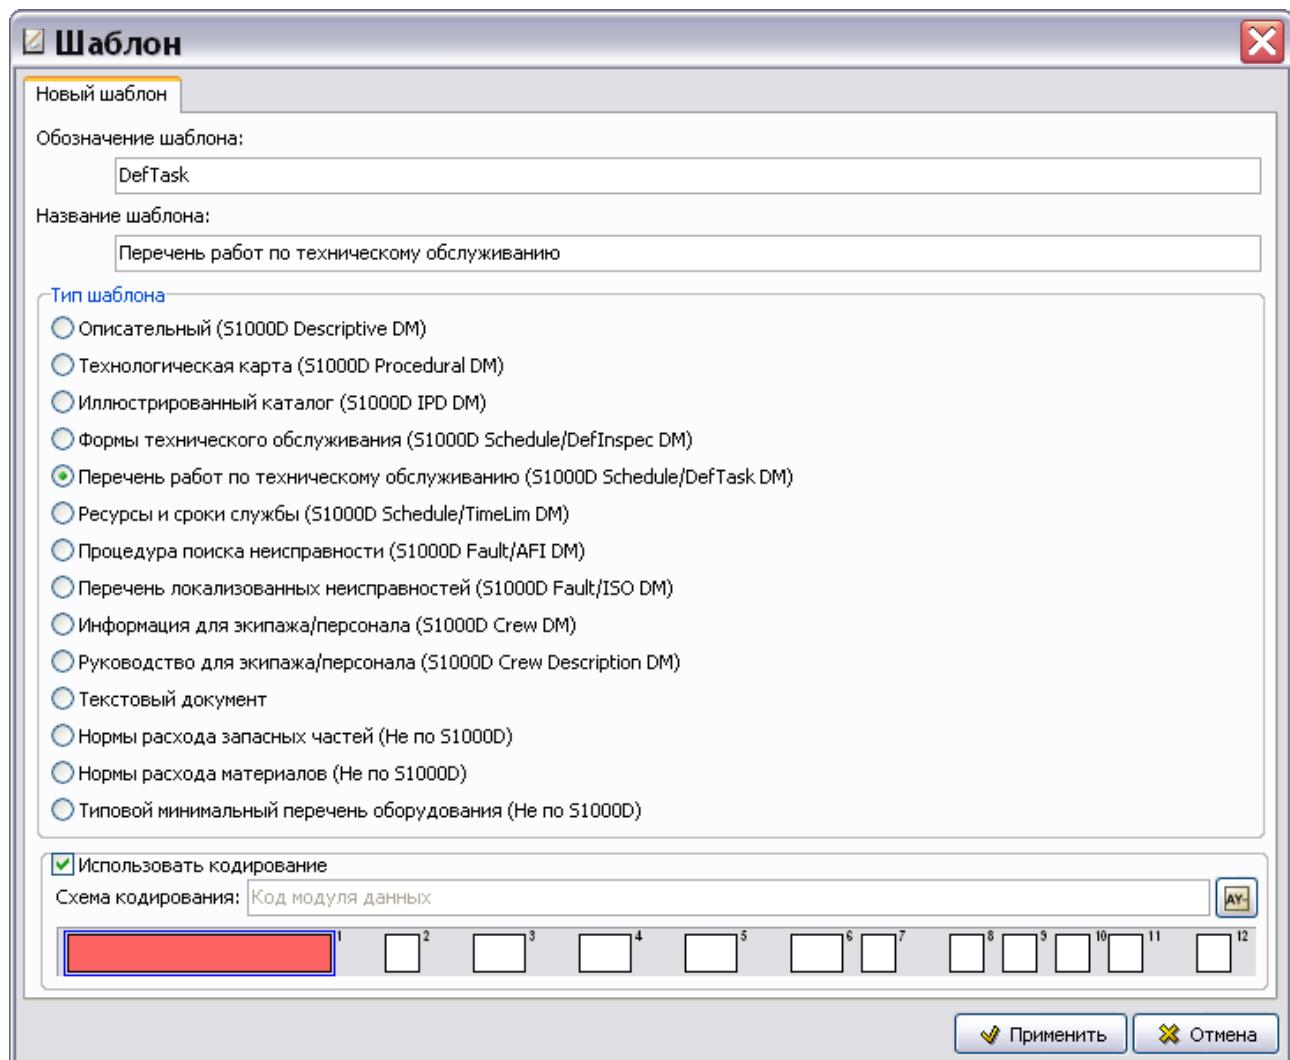

Рис. 3.52
2. В диалоговом окне Шаблон введите обозначение шаблона - «DefTask» и название - «Перечень работ по техническому обслуживанию» (Рис. 3.52).
3. Укажите тип шаблона «Перечень работ по техническому обслуживанию (S1000D Schedule/DefTask DM)» (Рис. 3.52).